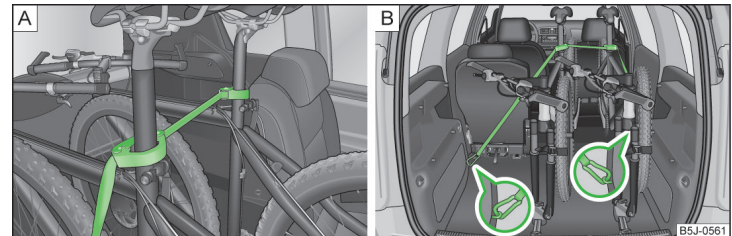

Fig. 73 Asigurarea bicicletelor
- Așezați colierul cu partea din cauciuc spre înainte (în sensul de deplasare) cât mai jos posibil pe tija șelii, și strângeți colierul » fig. 73 - **A**.
- ▶ La transportarea a două biciclete, tensionați cureaua » fig. 73 -  între cele două șei, prin deplasarea prin împingere a unei biciclete față de cealaltă.
- ▶ Prindeți carabinele de la capetele curelei în inelele de ancorare ale scaunelor spate» fig. 73 - .